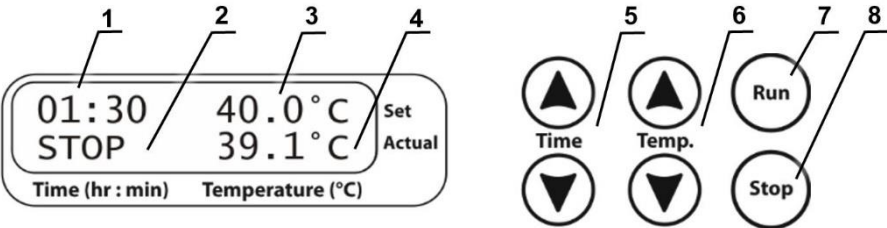
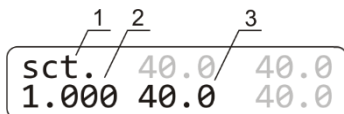
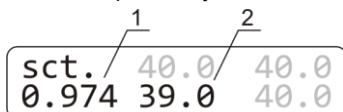

Рисунок 1. Панель управления
Рисунок 2. Дисплей в режиме калибровки: 1. Индикатор режима калибровки; 2. Коэффициент калибровки; 3. Температура с текущим коэффициентом.
Рисунок 3. Изменение коэффициента:
- 5.3. **Установка температуры.** Кнопками **▲** и **▼ Temp.** (рис. 1/6) установите необходимую температуру (рис. 1/3). Если кнопка установки удерживается нажатой более 2 секунд, скорость смены значений увеличивается.
- 5.4. Начинается нагрев термоблока. Текущие показания температуры отображаются в нижней строке дисплея (рис. 1/4).
- Кнопками **▲** и **▲ Time** (рис. 1/5) установите необходимое время термостатирования образцов в часах и минутах (hh:mm). Если кнопка установки удерживается нажатой более 2 с, скорость смены значений увеличивается. Установленное значение времени отображается в верхней строке дисплея (рис. 1/1).
- 5.7. Нажмите кнопку **Run** (рис. 1/7), при этом включается таймер. Отсчет установленного интервала времени отображается в нижней строке дисплея (рис. 1/2). По истечении установленного интервала времени таймер подает звуковой сигнал, при этом на дисплее отображается мигающая индикация STOP. Нажмите кнопку **Stop** (рис. 1/8) для прекращения сигнала.
-  **Внимание!** При остановке таймера не прекращается процесс нагрева/поддержания установленной температуры. Для прекращения нагрева необходимо кнопкой **▼ Temp.** (рис. 1/6) установить значение температуры ниже 25°C (индикация OFF на дисплее, рис. 1/3).
- 6.2. Зажмите кнопку **Stop** (рис. 1/8) на 8 с для перехода в режим калибровки (рис. 2).
- 6.3. **Восстановление заводских установок.** Чтобы восстановить заводские установки, с помощью кнопок **▲** и **▼ Temp.** (рис. 1/6) установите коэффициент на 1.000 (рис. 2/2). Нажмите кнопку **Run** (рис. 1/7) один раз, чтобы сохранить изменения.
- 6.3.4. Предположим, что показания независимого сенсора составляют 39°C, а текущая температура на дисплее — 40°C (рис. 1/4). Здесь необходимо добавить коррекцию 1°C.
- 6.3.5. Зажмите кнопку **Stop** (рис. 1/8) на 8 с для перехода в режим калибровки (рис. 2).
- 6.3.6. С помощью кнопок **▲** и **▼** (рис. 1/6) измените коэффициент калибровки (рис. 3/1) так, чтобы новое значение температуры (рис. 3/2) соответствовало температуре независимого сенсора. В нашем примере коэффициент калибровки будет равен 0,974.